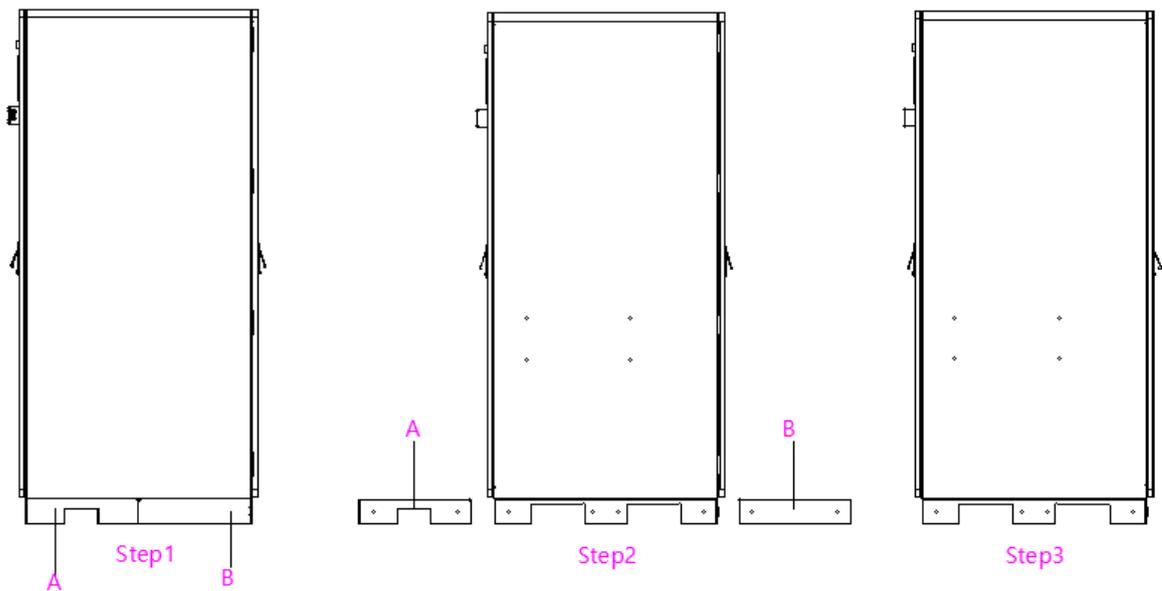

Abb. 4-5. Einbau der Schutzabdeckungen.
Schritt 2: Die Schutzabdeckungen werden anhand der Abbildung 4-5 am Schrank eingebaut.